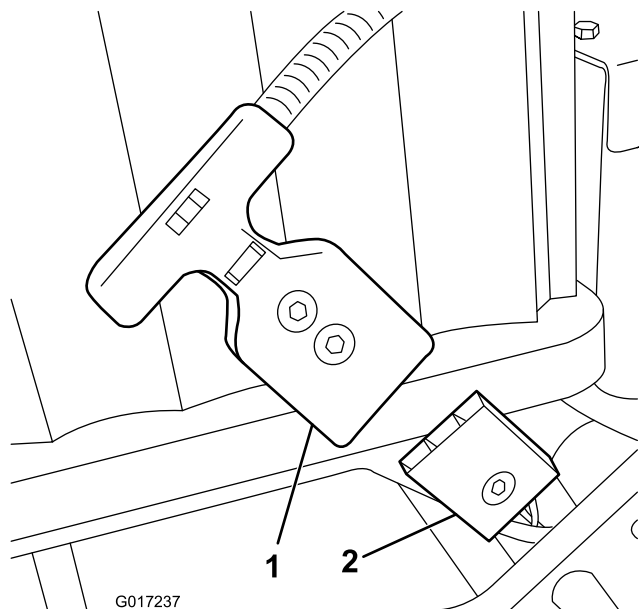

Figura 14
6. Collegate la maniglia a T di eFlex al connettore del pacco batteria (Figura 14)